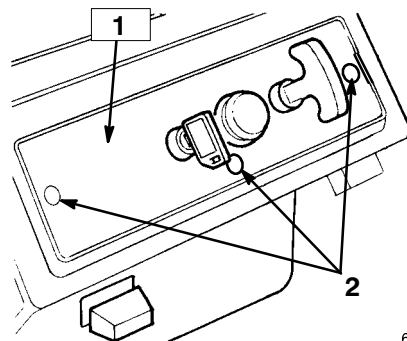

Bild 19
3. Entfernen Sie die drei Schrauben, mit denen das Instrumentarium am Gehäuse befestigt ist (Bild 19).